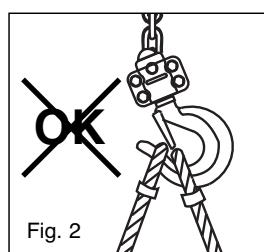

Fig. 2
1. Controleer of de bravo™-takel correct op de ophanghaak opgehangen is (tek. 5, fig. 1) en of de veiligheidspal van de haak (tek. 6, fig. 1) goed gesloten is (zie fig. 2 en 3).
1. dat het verankeraccessoire van de last de haak volledig draagt en de sluiting van de veiligheidspal niet hindert (zie fig. 2 en 3).